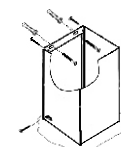

рис. 5
- установите нижнюю фальштрубу на вытяжку, предварительно закрепив на верхнюю ее часть кронштейн (плоский) ребром жесткости внутрь трубы двумя самонарезающими винтами 4x11 (см. рис. 5);
- установите нижнюю фальштрубу обратно на вытяжку и закрепите ее нижнюю часть двумя самонарезающими винтами 4x11 к корпусу вытяжки, а верхнюю часть через кронштейн к стене двумя самонарезающими винтами 4x35 (см. рис. 5);